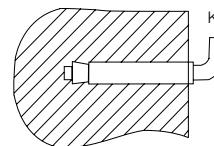

Рис. 2
- После выбора места монтажа определите места под два крепежных болта с крюками (в зависимости от спецификаций выбранного изделия). Проделайте в стене два отверстия необходимой глубины с помощью сверла размером, соответствующим размеру крепежных болтов, вставьте винты, поверните крюк вверх, плотно затяните гайки, а затем установите на него электрический водонагреватель (см. рис. 2).